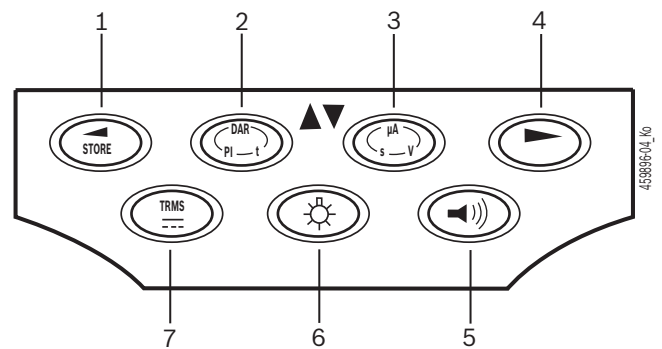

Fig. 3: Teclas de função FSA 050
A retroiluminação da tela LCD pode ser selecionada com o FSA 050 ligado (fig. 3, pos. 6). A retroiluminação se desliga automaticamente após 20 segundos.
O besouro (fig. 3, pos. 5) pode ser ligado para a medição da passagem. O símbolo surge na tela LCD (fig. 5, pos. 4).
! Durante uma comunicação Bluetooth, depois de premida a tecla de seleção ► (fig. 3, pos. 4), surge na tela LCD a indicação **bt** durante aprox. um segundo (fig. 5, pos. 2).